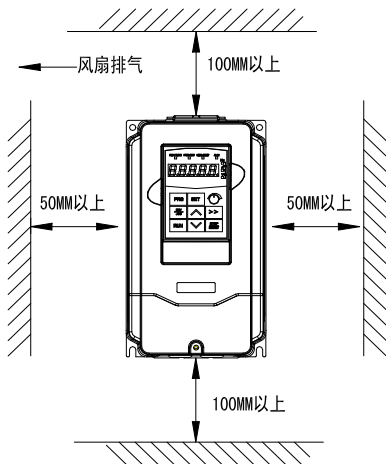

图 3-1 安装的间隔距离图
- (1) 一般情况下应立式安装。
- (2) 安装间隔及距离最小要求，如图3-1所示。